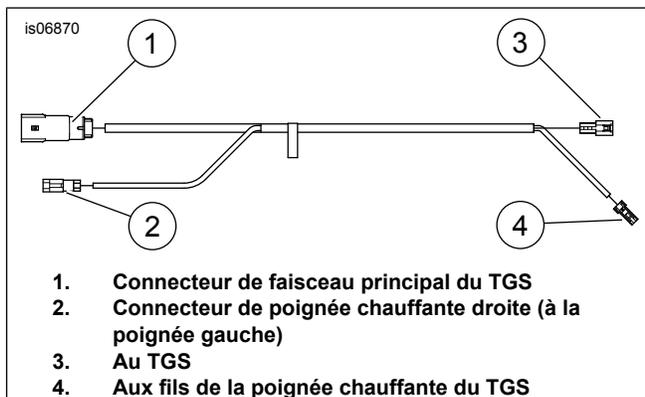

Figure 4. Faisceau de connexion volante TGS
4. Voir la figure 4. Fixer au TGS le **nouveau** faisceau de connexion volante du TGS.
- a. Brancher le connecteur (3) sur le faisceau du TGS.
- b. Brancher le connecteur (4) sur le connecteur de poignée chauffante.